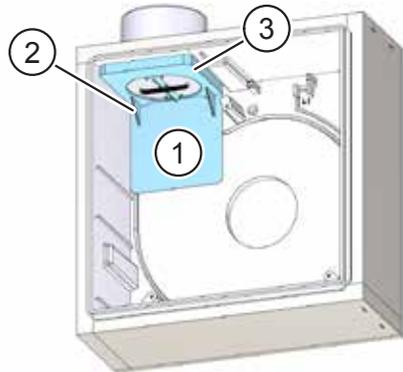

Abb. 20: Rückschlagklappe ausbauen – Ausblasrichtung seitlich
- ▶ Ziehen Sie die eingerastete Verschlussplatte (Pos. 1 in Abb. 20) an den Halteecken (Pos. 2 in Abb. 20) nach vorne heraus.
- ▶ Schwenken Sie die eingerastete Rückschlagklappe an der Gehäuse-rückwand nach unten (Pos. 3 in Abb. 20) und ziehen sie diese heraus.